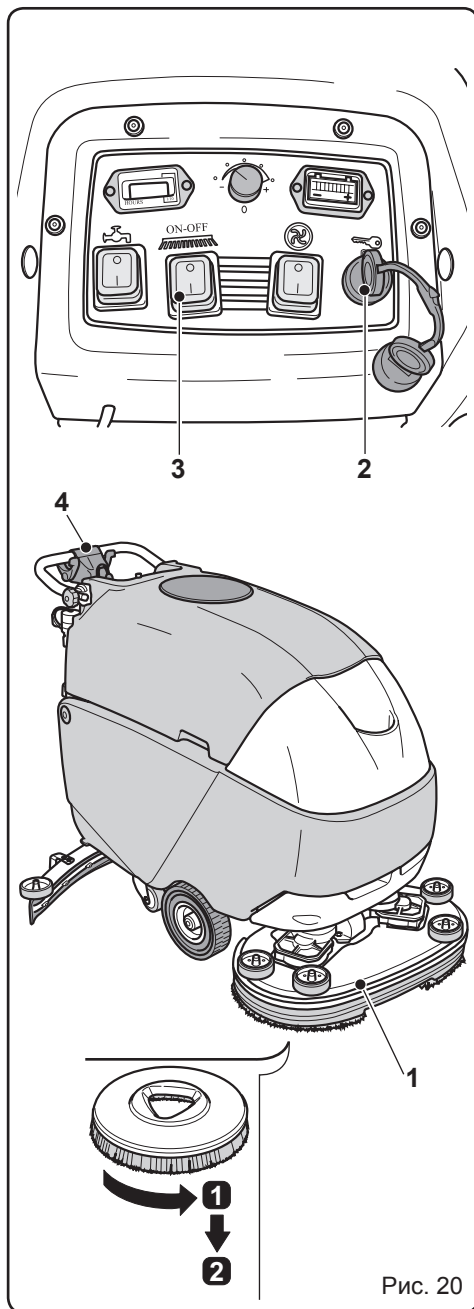

Рис. 20
10.1.e - Замена щетки (Рис. 20)